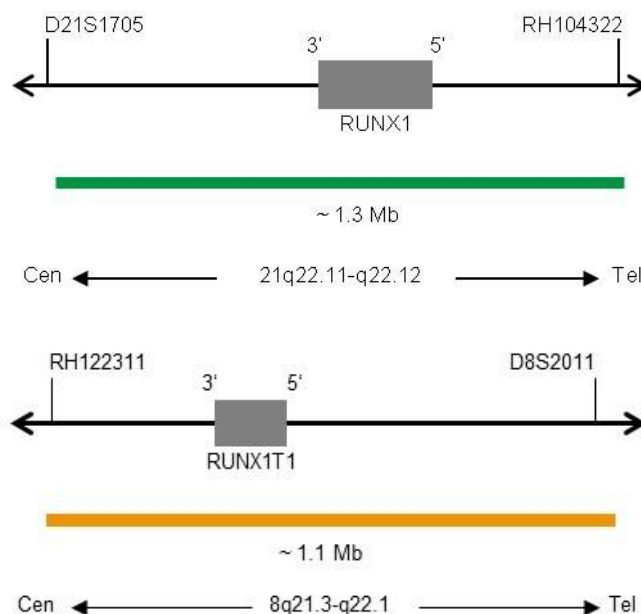

Fig. 1: In alto: Mappa della sonda SPEC RUNX1. In basso: Mappa della sonda SPEC RUNX1T1 (non in scala)
- Polinucleotidi (~12.0 ng/ μ l) marcati con ZyGreen (eccitazione 503 nm/emissione 528 nm), le cui sequenze target mappano in 21q22.11-q22.12* (chr21:35,530,283-36,855,548) in cui è localizzato il gene RUNX1 (vedere Fig. 1).
- Polinucleotidi (~6.0 ng/ μ l) marcati con ZyOrange (eccitazione 547 nm/emissione 572 nm), le cui sequenze target mappano in 8q21.3-q22.1* (chr8:92,632,490-93,746,043) in cui è localizzato il gene RUNX1T1 (vedere Fig. 1).